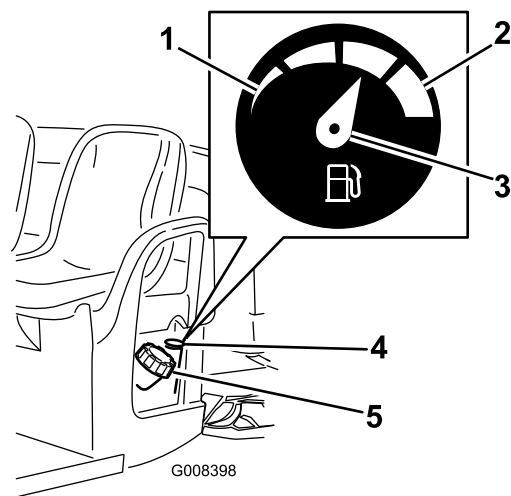

Figura 12
2. Rimuovete il tappo del serbatoio del carburante (Figura 12).